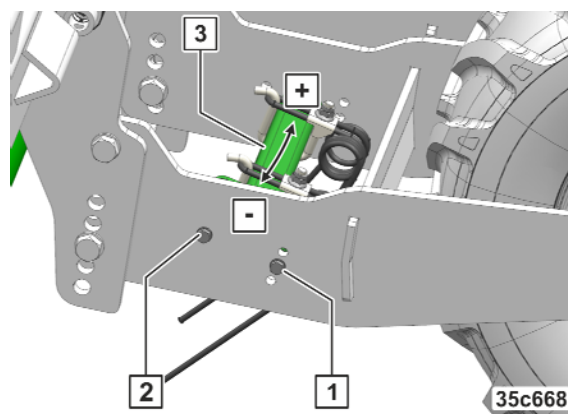

Fig. 200
1. Desfaceți piulițele (Fig. 200/2).
2. Desfaceți și scoateți șurubul (Fig. 200/1).